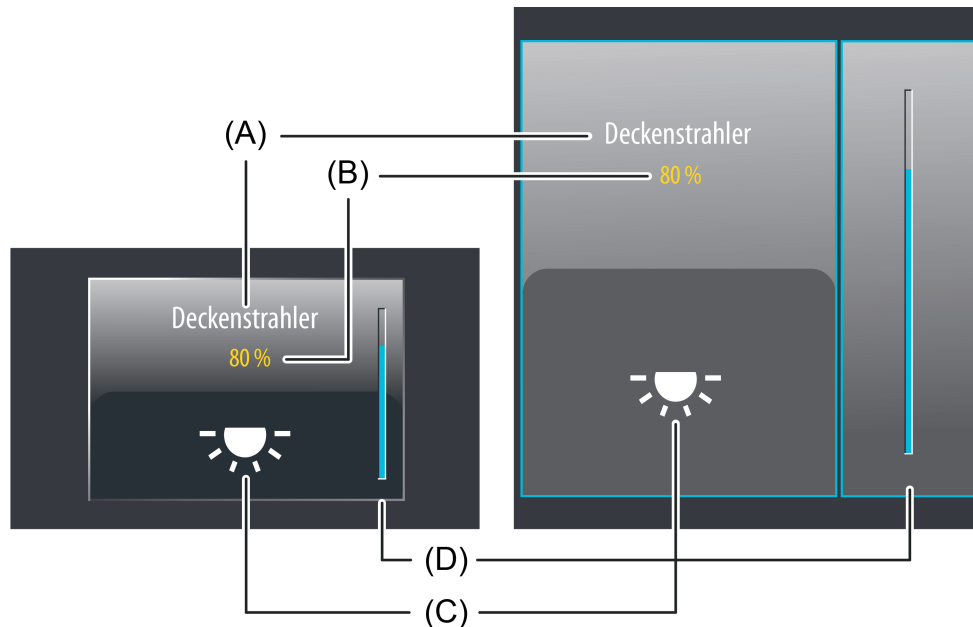

Bild 32: Beispiel für Bedien- und Anzeigeelement der Funktion "Wertgeber" mit einem Datenformat "1 Byte 5.001...5.004"
Der Anzeigebereich enthält verschiedene Darstellungselemente (Bild 32), die durch Parameter beeinflusst werden. Jeder KNX Funktion kann in der Konfigurationssoftware eine Bezeichnung vergeben werden (A). Diese Text-Bezeichnung wird im Anzeigeelement zentriert zur Anzeige gebracht, wodurch steuerbare KNX Funktionen für den Anwender kenntlich gemacht werden (z. B. "Deckenstrahler", "Außenhelligkeit"). Zusätzlich kann unterhalb der Bezeichnung ein Statuswert (B) eingeblendet werden, der entweder abhängig vom Objektwert der Wert-Rückmeldung eines Aktors oder alternativ direkt abhängig von der Wertvorgabe des Bedienelementes Werte im Klartext anzeigt (z. B. "0...255", "0...100%", "0...65535Lux"). Das Datenformat dieser Statuswert-Anzeige wird durch den in der Konfigurationssoftware eingestellten Datentyp und durch das parametrisierte Anzeigeformat bestimmt. Solange nach einem Geräteset noch kein Rückmeldungs-Objektwert empfangen oder noch kein Wert vorgegeben wurde, zeigt der Statuswert "---" (ergänzt um die Einheit) an.